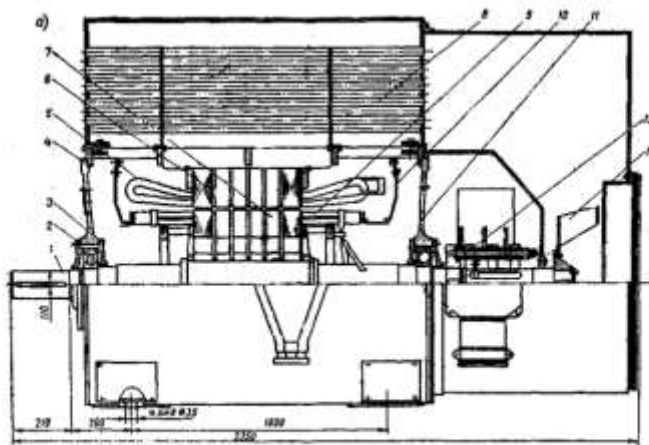

Рис. 3. Общий вид асинхронного двигателя с высотой оси вращения  $h = 450$  мм.
2. Назовите элемент 13, изображённый на рис. 3.